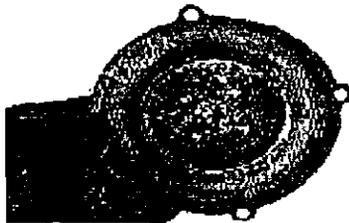

Figura 5.5 Montaje de válvula de aire/gas.
4. Válvula de aire/gas montada con la marca de posición apuntando entre dos lengüetas de montaje en el diámetro exterior del diafragma (figura 5.5).